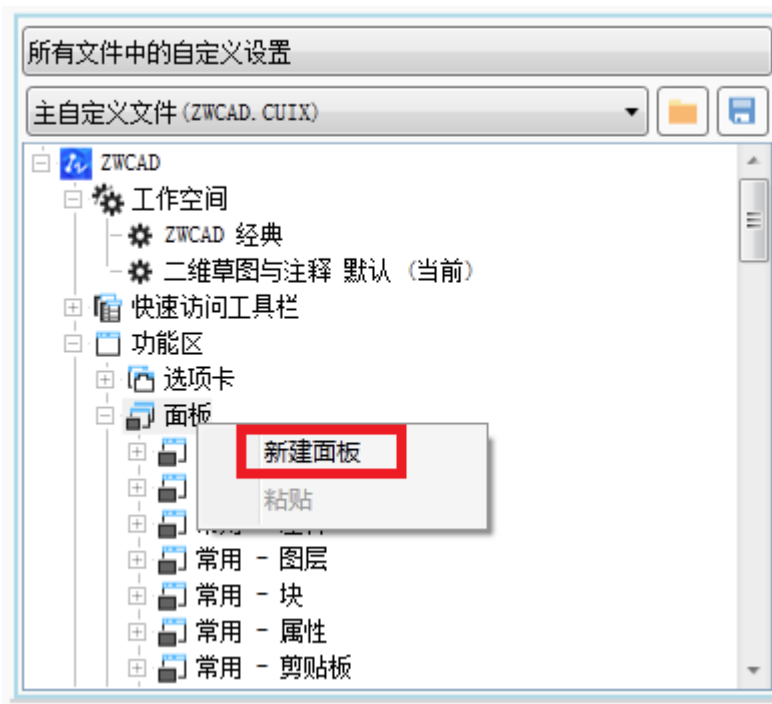

图 2-24 新建面板
- b) 点击右键，在系统弹出快捷菜单中选择“新建面板”，如图 2-24 所示。